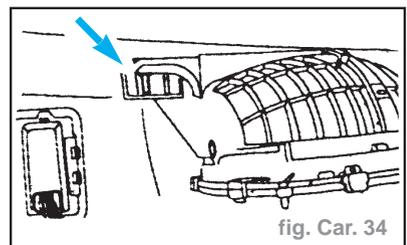

fig. Car. 34
- Déposer l'écrou. (fig. Car. 34)